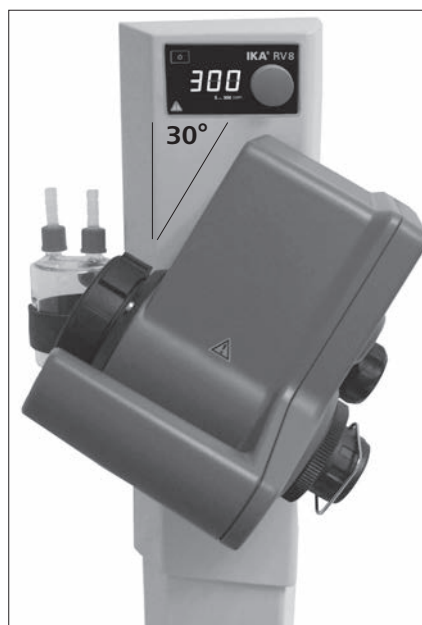

Fig.13
7.) 駆動部を約30°の角度に設定します。(Fig. 13)